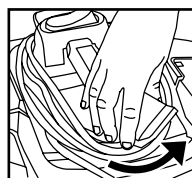

FIGURA 32
54. Para sacar el cable del soporte de enrollado, tome los laterales del soporte de enrollado posterior ubicado detrás de la manija, gire 180° en sentido contrario a las agujas del reloj hasta que la punta del soporte quede por encima de la manija. **FIGURA 32.**